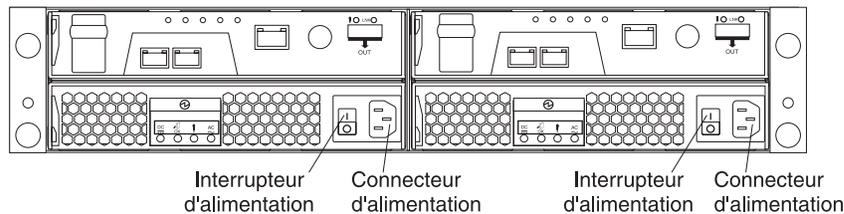

Figure 30. Interrupteurs et connecteurs d'alimentation du DS3300
5. Mettez sous tension les deux interrupteurs d'alimentation AC à l'arrière du sous-système de stockage. La figure 30 indique les emplacements des interrupteurs d'alimentation AC sur le DS3300.